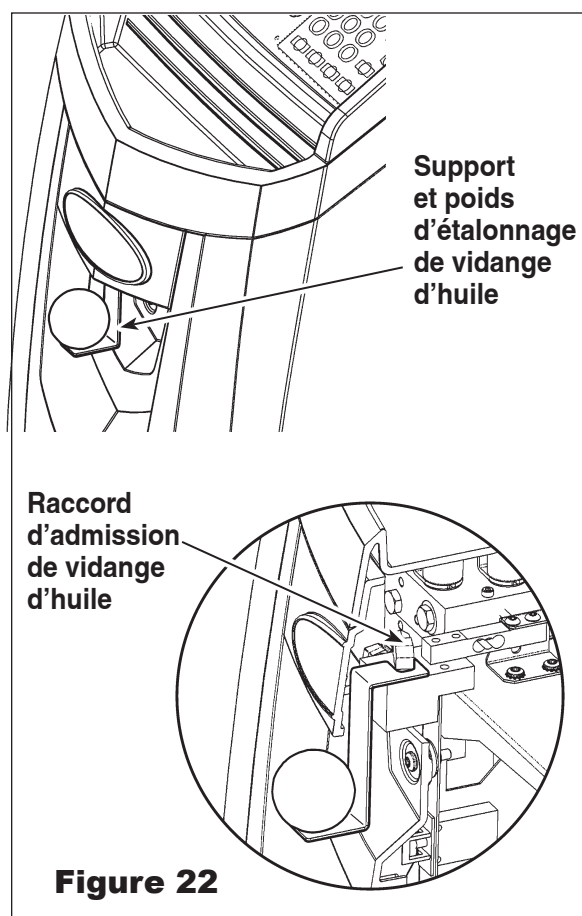

Figure 22
2. Accrochez le cran à l'extrémité du support d'étalonnage de vidange d'huile (fourni) autour du raccord d'admission de vidange d'huile, conformément à la Figure 22.